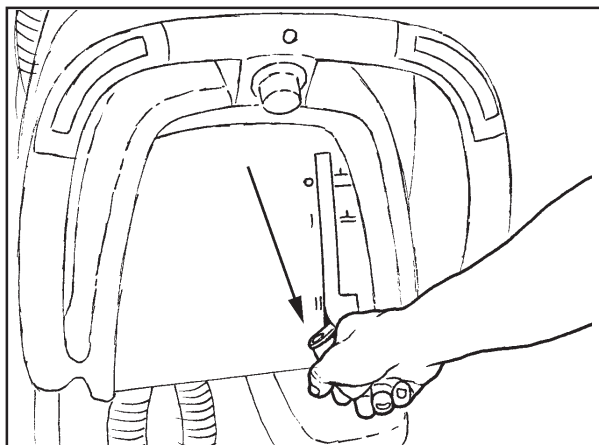

Figura 25
1. Para bajar la bayeta y arrancar el motor de aspiración, mueva la palanca de la bayeta hacia la derecha y bájela (véase figura 25).